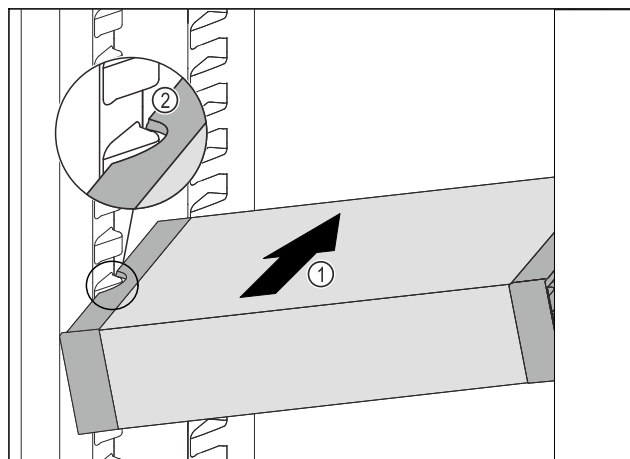

Fig. 210
- VarioSafe gurajte koso u hladnjak Fig. 210 (1) sve dok se bočni otvori Fig. 210 (2) ladice VarioSafe ne nađu na visini žljeba spremnika u hladnjaku.